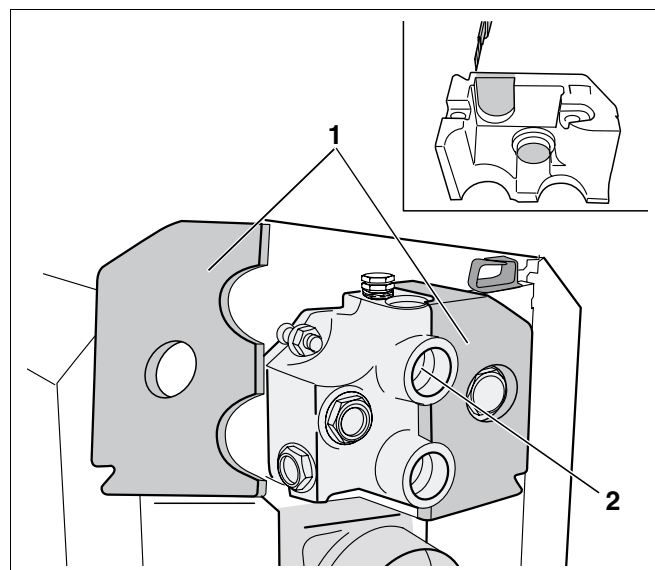

Fig. 51 Tăierea liberă a racordurilor
Înainte de montarea izolației tip cochilie (Fig. 51, **Poz. 1**) pentru elementele de racord (Fig. 51, **Poz. 2**), trebuie să se ajusteze cochilia, pentru a fi lăsate libere conexiunile necesare la manevrarea ulterioară.
- Izolațiile racordurilor (Fig. 51, **Poz. 1**) se vor tăia liber, la locurile stabilite (Fig. 51).
- Ambele izolații (Fig. 51, **Poz. 1**) se aplică pe elementele de racord (Fig. 51, **Poz. 2**).